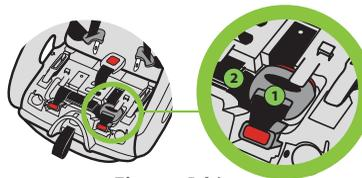

Figure 146
Retirez l'ajusteur (1) et la ceinture (2) d'attaches inférieures DUA de leur position de rangement dans le fond du siège, tel qu'illustré dans la **Figure 146**.